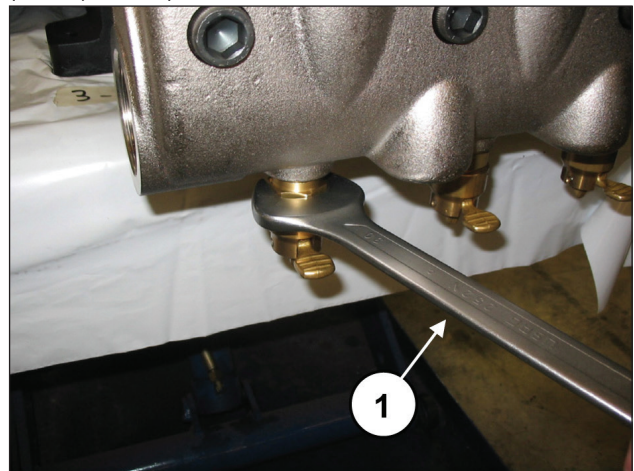

Abb. 96
Drehen Sie den Ventilöffner mit einem 30 mm Schlüssel ab (Pos. ①, Abb. 96).